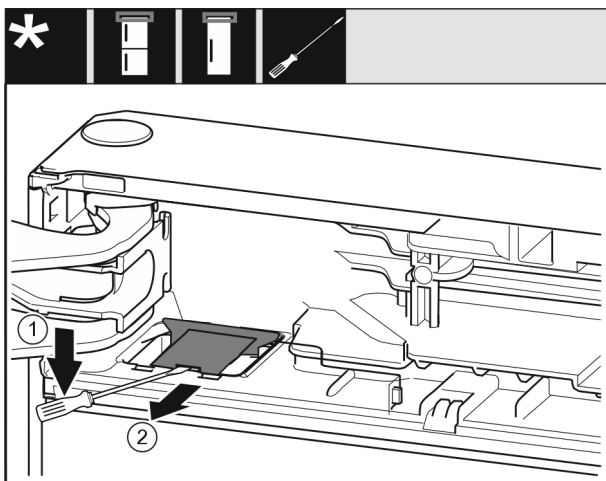

Fig. 8
- Avec un tournevis plat détacher et garder le cache. Fig. 8 (1)
- Sortir le cache. Fig. 8 (2)